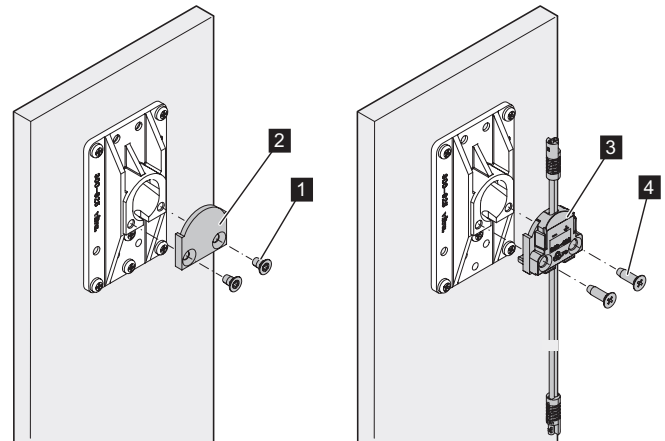

Fig. 13: Abdeckplatte abschrauben
1. Beide Schrauben (Fig. 13/1) mit einem Torx-Schraubendreher lösen. Die Schrauben und die Abdeckplatte (Fig. 13/2) werden nicht mehr benötigt und können entsorgt werden.
2. Das Elektrifizierungs-Set (Fig. 13/3) mit den beiliegenden Senkkopfschrauben (Fig. 13/4) an der Steckhülse befestigen.